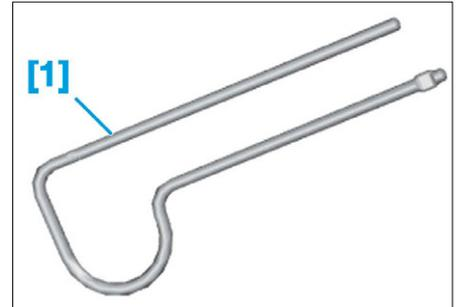

FIG. 11
- [1]. Outil d'immobilisation du levier de vitesses (réf. 0317-AX) (Fig.11).